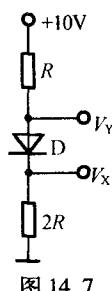

图 14.7
14.2.1 电路如图14.7所示,设D为硅二极管,试确定:二极管D是正偏还是反偏,计算  $V_X$  和  $V_Y$  值。